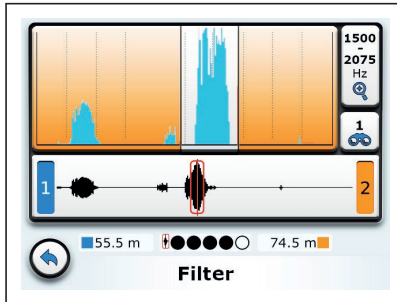

Abb. 20: Menü **Filter**
- Tippen Sie auf die Schaltfläche **Filter**. Das Menü **Filter** erscheint (Abb. 20).
Das Menü **Filter** erscheint wieder in die Standardansicht (Abb. 20). Die zweite Filtergrenze ist gesetzt. Auf der Schaltfläche **Aktueller Filter** ist das Symbol **Manuell** sichtbar.